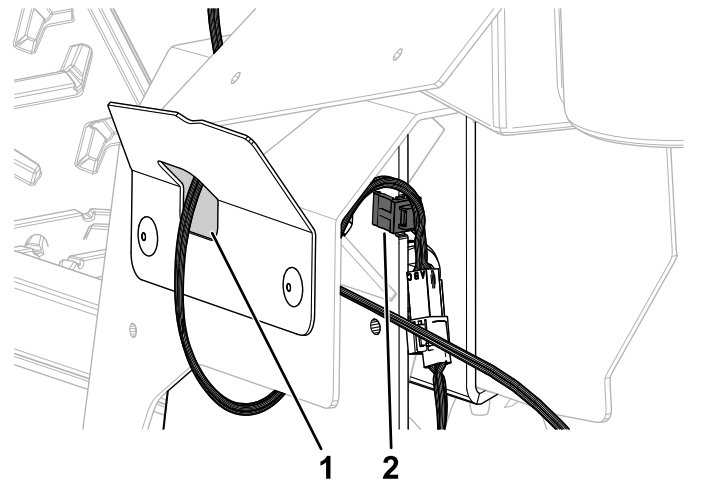

Figura 8
2. Encaminhe a cablagem da alavanca de controle de movimento através do furo na placa da cobertura esquerda (Figura 8).
3. Prenda a cablagem no entalhe na placa de controle de movimento esquerdo (Figura 8).